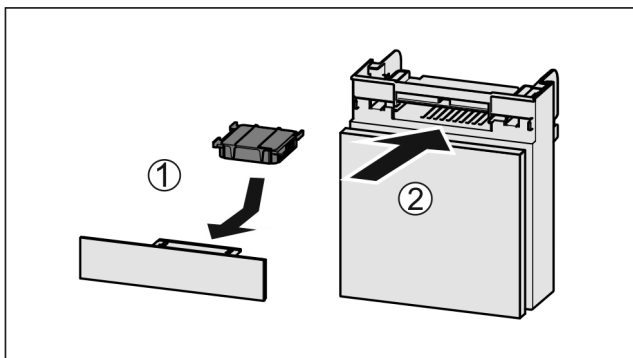

Fig. 39
- ▶ Insérer le filtre à charbon actif d'après le schéma Fig. 39 (1).
- ▶ Insérer le compartiment Fig. 39 (2).